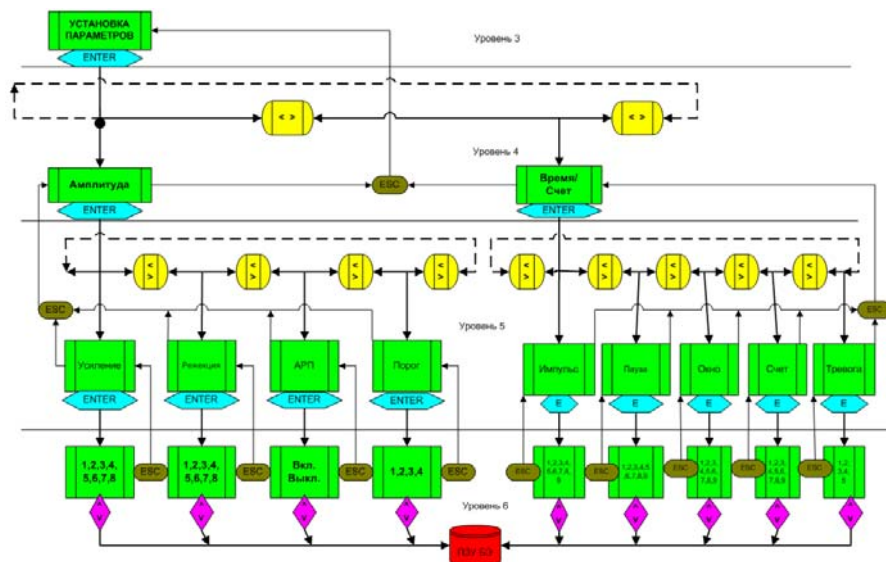

Рис. 3.6. Структурная схема раздела «УСТАНОВКА ПАРАМЕТРОВ» меню ПУ
На рис. 3.6. изображена структурная схема раздела «УСТАНОВКА ПАРАМЕТРОВ», включающая 3-й, 4-й, 5-й и 6-й уровни системного меню. Перемещение по 5 уровню осуществляется с помощью клавиш «→» или «←». Переход с 5-го на 4-й уровень меню осуществляется нажатием клавиши «ESC» на ПУ.
2.2.3.2. С помощью клавиши «ESC» перейти на 3-й уровень меню, с помощью клавиши «→» осуществить переход в раздел «УСТАНОВКА ПАРАМЕТРОВ» (рис. 3.6.). Нажав клавишу «ENTER», перейти на 4-й уровень меню в подраздел «Амплитуда»; нажав клавишу «ENTER», перейти на 5-й уровень меню в параметр «Усиление»; нажав клавишу «ENTER», перейти на 6-й уровень в режим установки усиления. С помощью клавиши «↑» или «↓» осуществить установку числа «1» – минимального усиления. Нажав несколько раз клавишу «ESC», перейти на 3-й уровень меню, с помощью клавиши «→» или «←» осуществить переход в раздел «ТЕСТ». Далее повторить процедуру по п. 2.2.3.1, убеждаясь, что и при минимальной чувствительности изделие вырабатывает сигнал тревоги в ответ на тест.
2.2.4.2. В первую очередь необходимо установить начальное «среднее» усиление в тракте обработки сигнала. Для этого в разделе **«УСТАНОВКА ПАРАМЕТРОВ»** (рис. 3.6.) нажать клавишу «ENTER» и войти в подраздел «Амплитуда»; нажать клавишу «ENTER» и войти в параметр **«Усиление»**, еще раз нажав клавишу «ENTER», войти в числовое меню параметра. Используя клавиши «↑» или «↓», установить параметр **«4»**, соответствующий среднему значению усиления. Нажав клавишу «ESC» несколько раз, подняться на 3-й уровень системного меню.
2.2.4.6. После определения резонансной частоты F_p СЗ (по усредненным данным не менее 10 измерений) с помощью клавиш «ESC» и «→» осуществляем переход в раздел **«УСТАНОВКА ПАРАМЕТРОВ»** (рис. 3.6.), затем проходим последовательно на подраздел **«Амплитуда»** (4-й уровень), далее в параметр **«Режекция»** (5-й уровень) и на 6-й уровень числовых значений этого параметра.
Для того, чтобы проверить правильность выбора числового параметра **«Режекция»**, необходимо в разделе **«УСТАНОВКА ПАРАМЕТРОВ»** и подразделе **«Амплитуда»** (рис. 3.6.) изменить числовой параметр **«Режекция»** в пределах ± 1 . Затем в подразделе **«КТ5; КТ6»** раздела **«КОНТРОЛЬНЫЕ ТОЧКИ»** аналогичным образом определить усредненные оценки $A_{5/6}$ и убедиться, что они меньше величины, полученной ранее.
2.2.5.1. При настройке чувствительности, в подразделе **«Амплитуда»** раздела **«УСТАНОВКА ПАРАМЕТРОВ»** параметр **«АРП»** (рис. 3.6.) должен быть выключен, т.е. установлен **«Выкл.»**.
2.2.5.2. Чувствительность изделия к вибрации СЗ определяется значениями 2-х параметров в системном меню ПУ (рис. 3.6.):